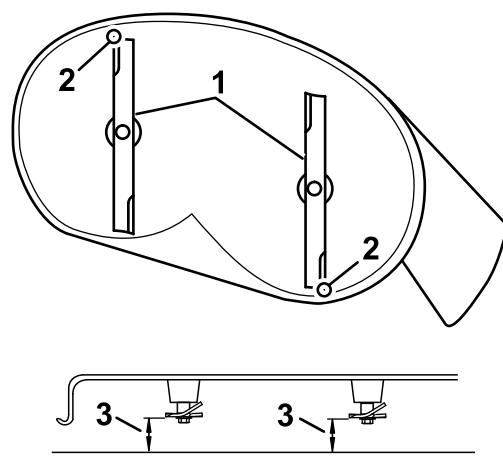

Figure 60
4. Faites pivoter les lames avec précaution pour faire passer les pointes avant à l'arrière (Figure 60).
5. Mesurez la distance entre la pointe de la lame avant et la pointe de la lame arrière par rapport à la surface plane (Figure 60).
4. Une fois le réglage effectué, vérifiez à nouveau l'inclinaison avant/arrière des lames; continuez d'ajuster l'écrou jusqu'à ce que la pointe avant de la lame soit de 1,6 à 8 mm (1/16 à 5/16 po) plus bas de la pointe arrière (Figure 60).